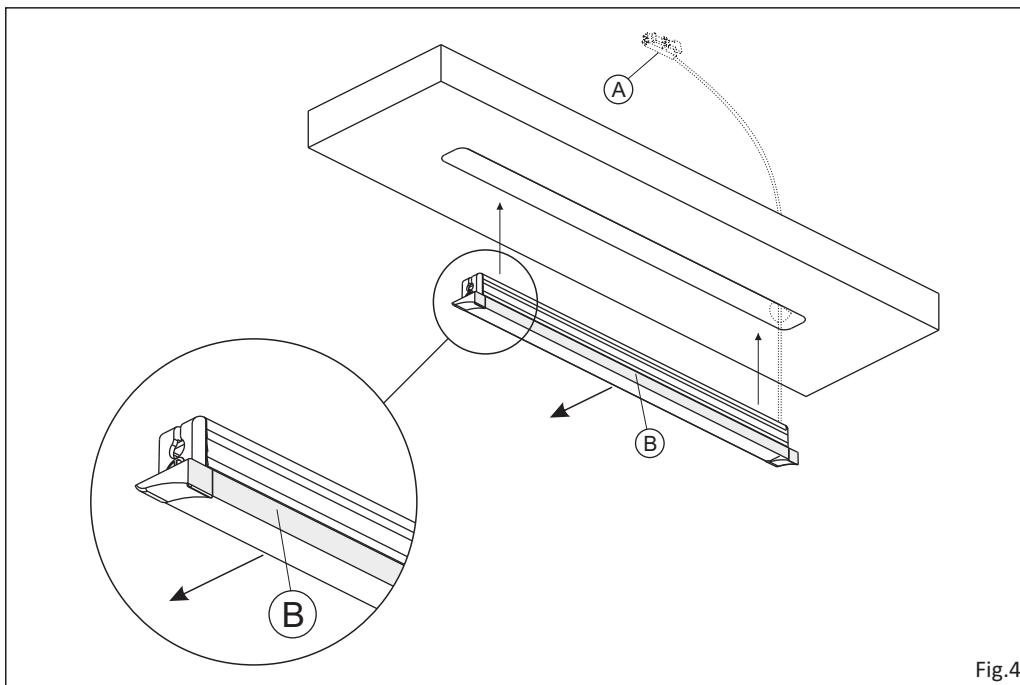

Fig.4
- Das Anschlusskabel (A) in die Bohrung einführen, dann das Leuchtenprofil vorsichtig bis zum Anschlag eindrücken (Abb. 4).
- Die blendfreie Abdeckung (B) muss so positioniert werden, dass der Lichtstrahl in das Innere der Öffnung gelenkt wird.
- Insérer le câble d'alimentation (A) dans le trou, puis installer la barre lumineuse en exerçant une légère pression jusqu'à l'insertion complète, comme indiqué sur la figure 4.
- Positionner l'écran anti-éblouissant (B) de sorte que le rayon lumineux soit orienté vers l'intérieur du meuble.